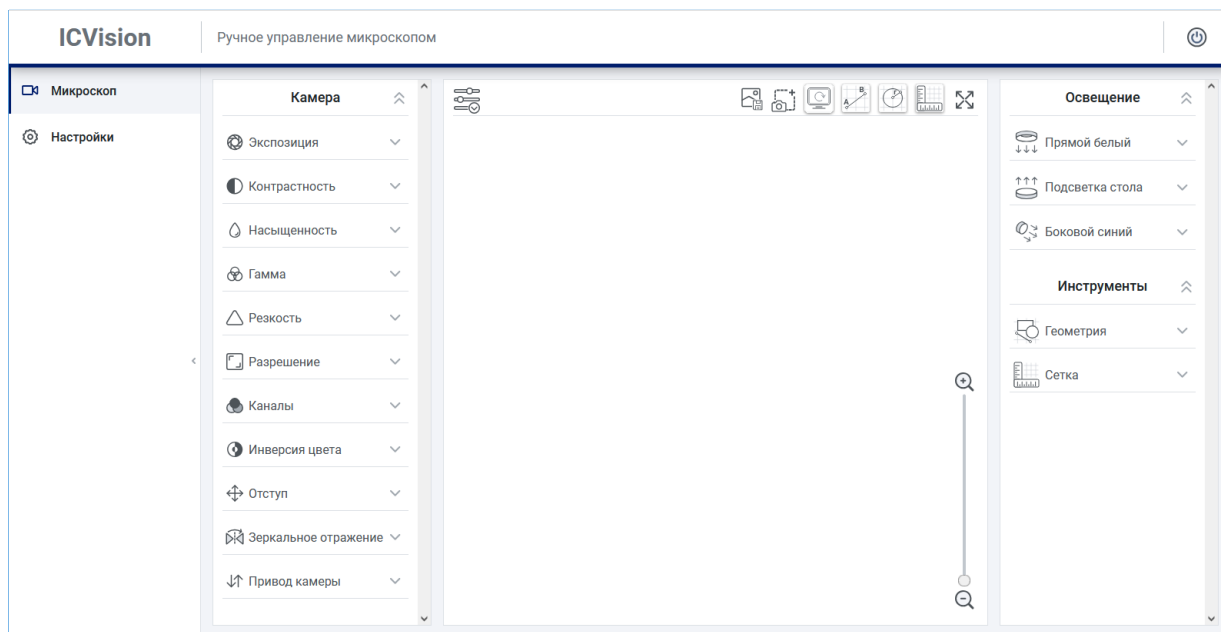

Рисунок 8 – Стартовая страница web приложения ОСК
2.2.4.15 Дождитесь загрузки ПО стартовой страницы приложения ОСК (см. Рисунок 8).